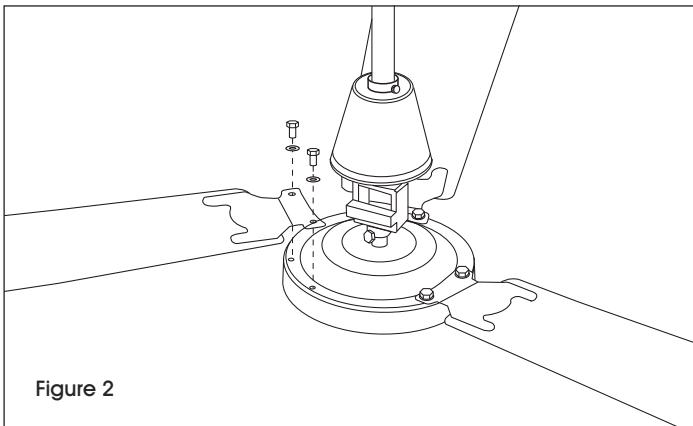

Figure 2
5. Percez un avant-trou de 13 mm (1/2 po) pour le crochet en J. Insérez le crochet en J (3) dans l'avant-trou dans la solive. Ajoutez une rondelle plate, puis une rondelle de blocage et un écrou. Ne serrez complètement que lorsque le ventilateur sera installé sur le crochet en J.
6. Desserrez la vis de réglage sur le couvercle supérieur (4) de la tige de suspension du ventilateur (1) et abaissez le couvercle pour pouvoir glisser un oeillet en caoutchouc sur le crochet en J.
8. Soulevez le couvercle supérieur (4) le long de la tige de suspension pour couvrir le crochet. Laissez un espace de 3 mm (1/8 po) entre le couvercle supérieur (4) et la surface de suspension de façon à ce que la tige de suspension ne se décentre pas, ce qui pourrait faire osciller ou vibrer le ventilateur et transmettre le bruit du moteur à la surface du plafond. Serrez la vis de réglage sur le couvercle supérieur (4).
9. Fixez les pales (5) au boîtier du moteur (7) à l'aide des boulons de pale déjà installés dans le boîtier du moteur. Lorsque vous installez les pales, veillez à ce que les supports de pale soient orientés vers le haut pour que l'air soit projeté et dirigé adéquatement. (Voir Figure 2)